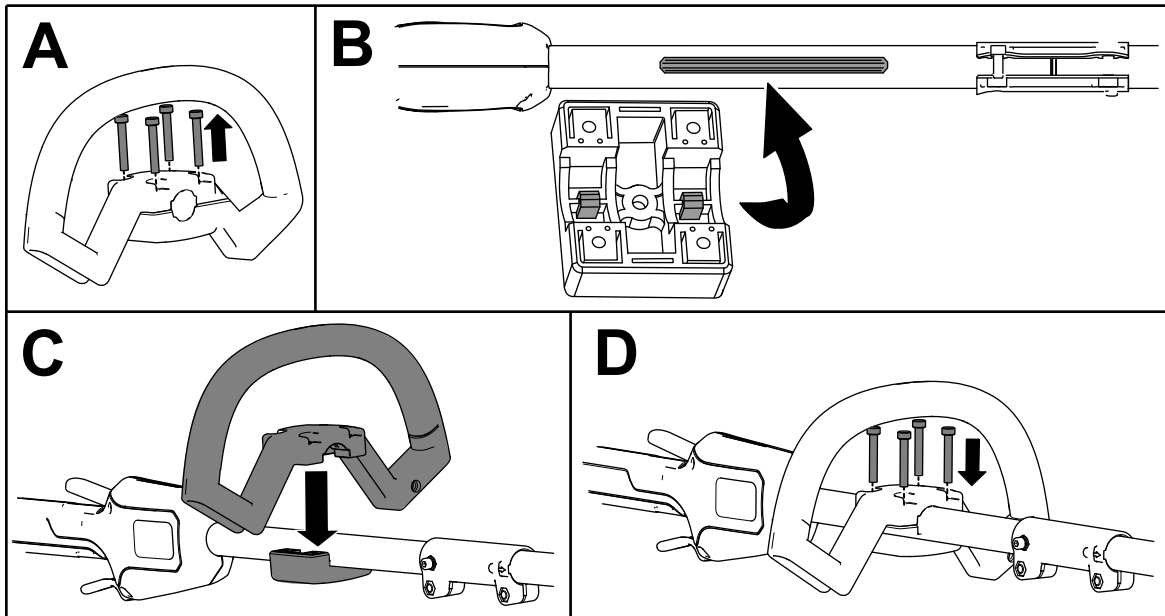

Bild 2
1. Trennen Sie den Hilfsgriff von der Griffplatte ab, indem Sie die 4 Zylinderschrauben mit dem mitgelieferten Innensechskantschlüssel entfernen (A in Bild 2).
2. Richten Sie die Führungen auf der Hilfsgriffplatte auf die Führung unten am Freischneiderstiel aus (B in Bild 2).
3. Richten Sie den Hilfsgriff mit der Hilfsgriffplatte auf dem Freischneiderstiel aus (C in Bild 2).
4. Befestigen Sie den Hilfsgriff mit den 4 Zylinderschrauben, die Sie vorher entfernt haben, an der Griffplatte (D in Bild 2).
3. Befestigen Sie die Schutzvorrichtung mit den 2 Zylinderschrauben, 2 Unterlegscheiben und 2 Distanzstücken, die Sie vorher entfernt haben, an der Freischneiderbasis (C in Bild 2).